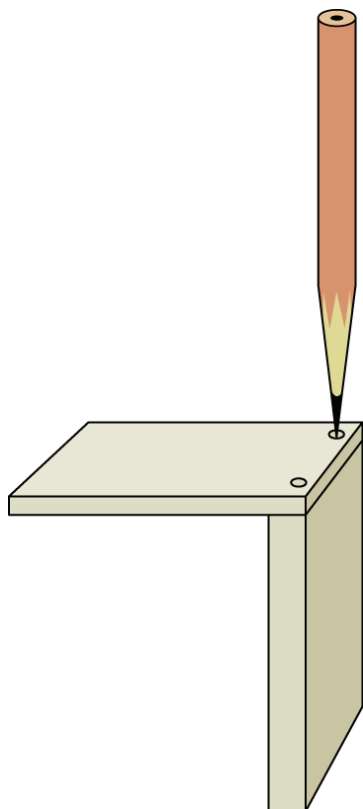

Рис. 5.87. Разметка отверстий во второй более толстой детали из пластика толщиной 6,4 мм
2. Зафиксируйте или сожмите детали между собой в нужном положении и, вставив ручку или карандаш через отверстия более тонкого пластика, выполните разметку на торце детали из пластика толщиной 1/4" (6,4 мм) (рис. 5.87).